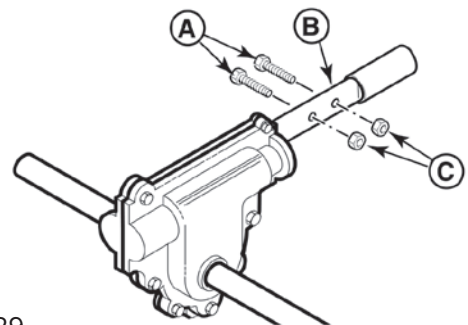

Рис. 29
2. Снимите текущие срезные болты (А, Рис. 29) и контргайки (С) с вала крыльчатки (В).